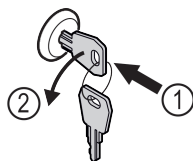

Fig. 143
- Inserire la chiave. Fig. 143 (1)
- Ruotare la chiave di 90° in senso antiorario. Fig. 143 (2)